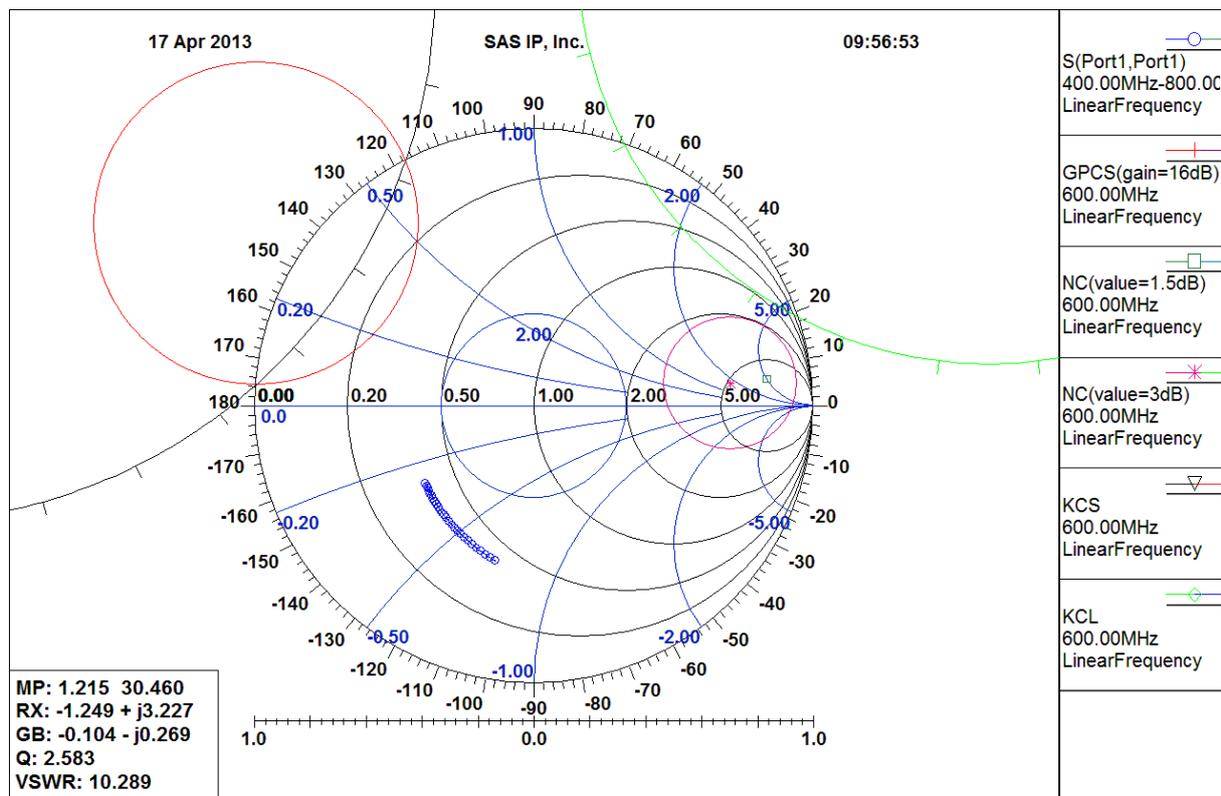

Figure 5.2 : Tracés des cercles du transistor BFR93AW :
- 1 click (G) sur le bouton "Apply"
⇒ Apparition d'un cercle de gain constant de Source (S) de 16 dB. (voir figure 5.2)
⇒ Apparition d'un cercle de bruit constant de Source (S) de 3 dB. (voir figure 5.2)
⇒ Apparition du cercle de stabilité dans le plan de Source (S) (voir figure 5.2)
⇒ Apparition du cercle de stabilité dans le plan de Charge (Load = L) (voir figure 5.2)
- 1 click (G) sur le bouton "VSWR"
⇒ Apparition du cercle de VSWR = 2 dans le plan de Source (S) (voir figure 5.2)